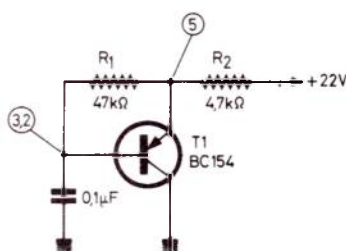
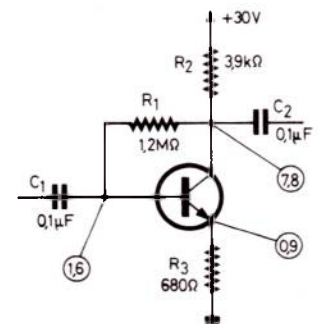

Figure 5
Figure 7
Prenons comme exemple le cas de la **figure 5** et proposons-nous de mesurer la tension de base, dont la valeur réelle est de $3,2\text{ V}$. Nous trouvons, par la chute de tension dans R_1 , $I_b = 38\text{ }\mu\text{A}$ et, en partant de là, $R_b = 84\text{ K}\Omega$ à peu près. Si nous utilisons la sensibilité 10 V d'un voltmètre de $20\text{ K}\Omega/\text{V}$, la résistance résultante de R_b et R_i en parallèle sera de $59\text{ K}\Omega$, et la tension lue à la base de $2,8\text{ V}$ très sensiblement. D'autre part, la résistance résultante de R_1 (**fig. 1-5**) et de R_b en parallèle, divisée par R_i (soit $200\text{ K}\Omega$), donne $n = 0,131$, ce qui montre que l'erreur de mesure est supérieure à 13% et que, par conséquent, une correction est souhaitable, que l'on effectue en multipliant la valeur lue, soit $2,8\text{ V}$, par $1 + n$, c'est-à-dire $1,131$. Et on obtient $3,17\text{ V}$.
On voit tout de suite que si $n = 2$, ce qui peut arriver avec certains voltmètres dont les sensibilités se succèdent suivant la série 0,5 - 1 - 5 - 10 etc., on revient au cas précédent, à la formule (1) et au tableau 1-1, la tension figurant au numérateur étant toujours la plus grande des deux. Le schéma de la **figure 7** peut nous servir d'exemple d'application pour mesurer la tension de base.
Il faut noter deux choses à propos de tous ces calculs. Tout d'abord, tous les schémas que nous avons reproduits (**figures 5, 6 et 7**) et ceux qui le sont plus loin, ont été empruntés à des documents originaux des principaux constructeurs européens (récepteurs radios et téléviseurs), mais pour certains de ces schémas les conditions exactes de mesure des tensions indiquées ne sont pas connues. D'autre part, il est clair que les chiffres figurant sur ces schémas sont presque toujours arrondis et que, pour la **figure 7**, par exemple, la tension à la base peut être tout aussi bien de 1,57 V que de 1,63 V, et que celle d'émetteur de 0,87 V ou de 0,93 V.
Quant à la mesure de la tension de collecteur de la **figure 7**, elle ne pose aucun problème, comme une rapide vérification peut nous en convaincre. En effet, le courant de collecteur I_c est ici de 5,7 mA et, de ce fait, la résistance de sortie en continu, R_c (voir **figure 4**), n'est que de 1,21 K Ω (entre le collecteur et l'émetteur). En y ajoutant R_3 on obtient une résistance de 1,89 K Ω entre le collecteur et la masse. Le fait de connecter en parallèle un voltmètre de 20 K Ω /V sur la sensibilité 10 V, soit $R_i = 200 \text{ K}\Omega$ n'y change strictement rien, la résistance shunt étant de plus de 100 fois supérieure à celle de collecteur-masse.